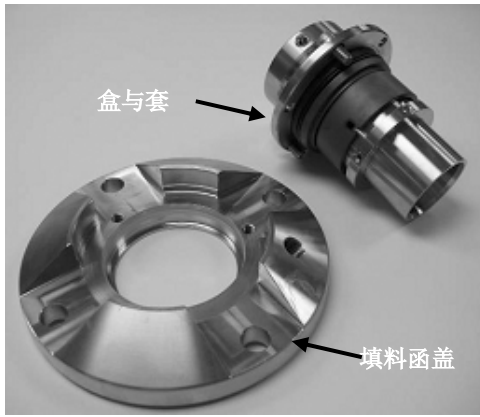

图 33: 集装式密封填料函盖与养护工具（盒与套）
5. 如果只需更换集装式密封件的盒，则从盒/轴套上拧下螺钉，将其拧到同一部件的螺纹孔。平稳地箍紧，以将盒从填料函盖拉出，将其从轮轴上移除（见图 33）。